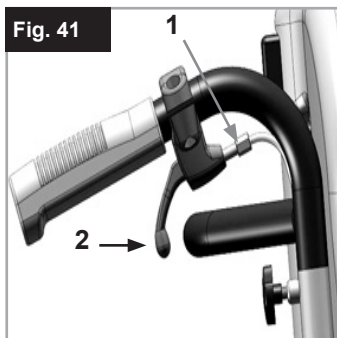

Fig. 41
Afloje el tornillo de ajuste (1) hasta que la palanca (2) no tenga más juego (Fig. 41).